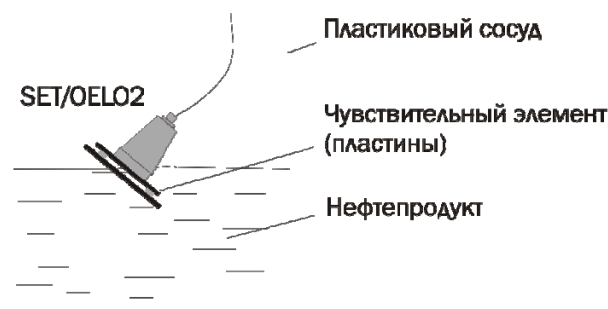

Рис. 4. Установка рабочей точки
2. Погрузите, держась за кабель, 2/3 чувствительного элемента датчика (пластины) в нефтепродукт, чтобы изменить рабочее положение блока управления, см. рисунок.4.